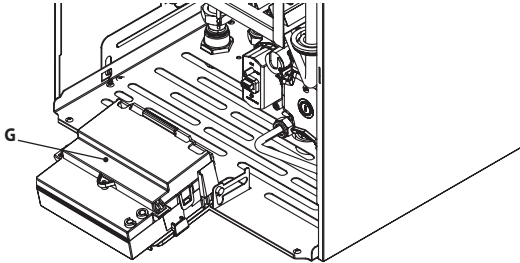

Рисунок 4.4
- Найдите крышку К клеммной колодки G (Рисунок 4.4), отвинтите винты и откройте ее.